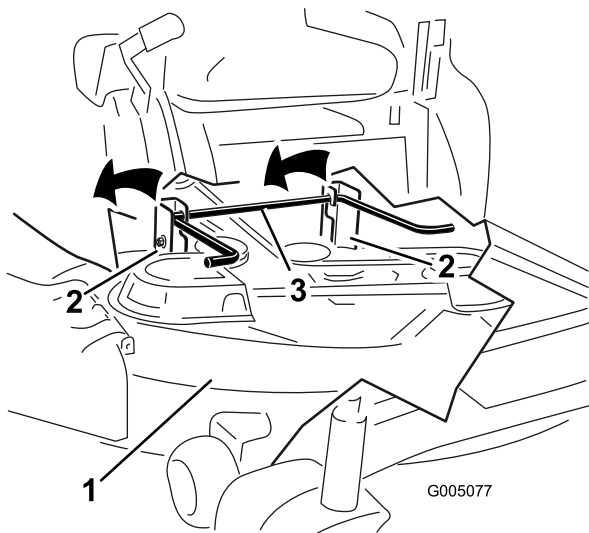

Figure 76
7. Soulevez et enlevez le plateau de coupe et les supports de la tige de levage arrière et abaissez la tondeuse au sol avec précaution (Figure 76).